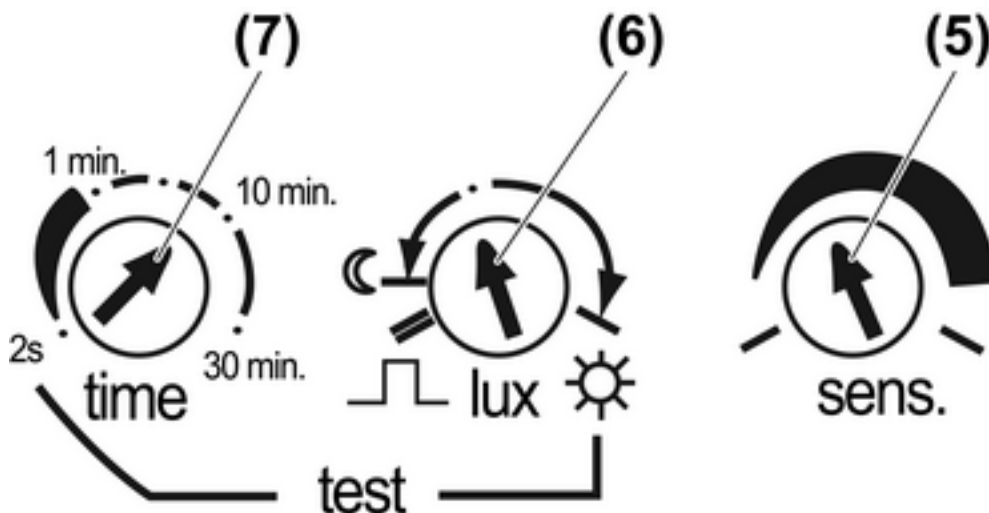

Figure 4
- Tourner le sélecteur **time** (7) dans la position souhaitée (figure 4).
Le symbole ☀ indiquant une commutation indépendamment de la luminosité et le symbole ☾ indiquant une commutation en cas d'obscurité. Recommandation : un réglage sur env. 10 lux - comme présenté dans (figure 4) - active l'appareil au début de crépuscule.
- Tourner le sélecteur **lux** (6) dans la position souhaitée (figure 4).
- i** Si, lors du passage du fonctionnement courte durée au mode automatique, une valeur de luminosité plus faible ☾ est réglée, le sélecteur **lux** doit tout d'abord être placé sur le marquage 10 Lux (figure 4), avant d'être baissé.